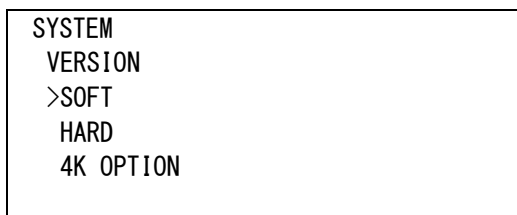

図4-69 オンスクリーンメニュー(VERSION例)
- 1) SYSTEM メニューで「VERSION[VER]」を選択し、**ENTER** ボタンを押すと図 4-69 のような設定メニューが表示されます。